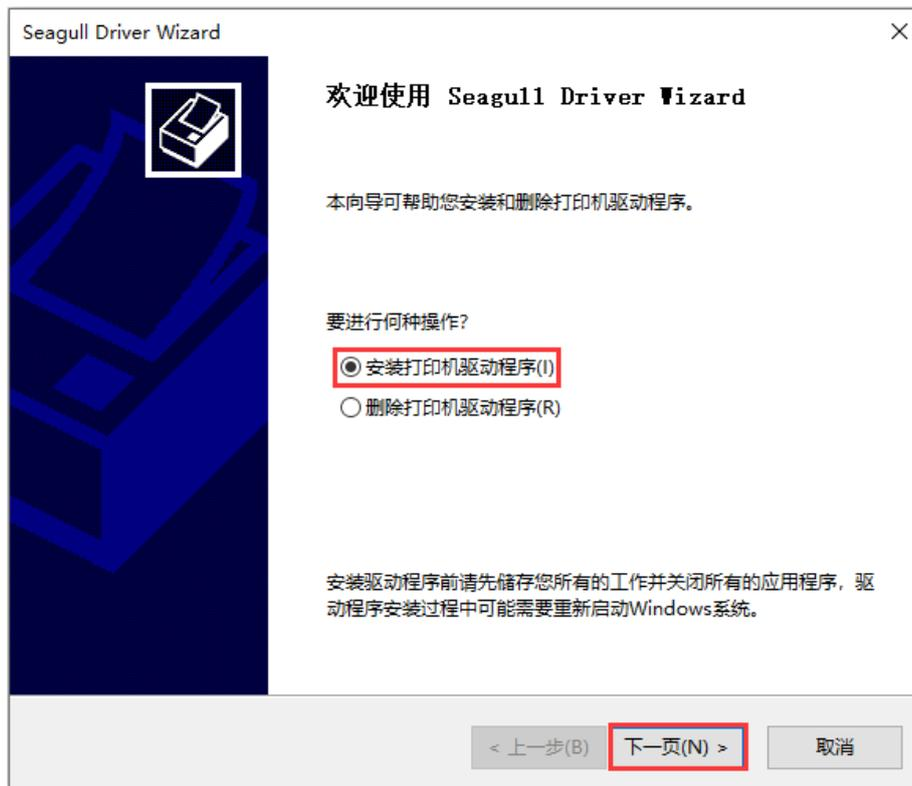

图 2-20 驱动安装向导界面
6. 在“驱动程序安装向导”界面中，选择“安装打印机驱动程序(I)”，然后点击“下一页”，如图 2-20 所示；